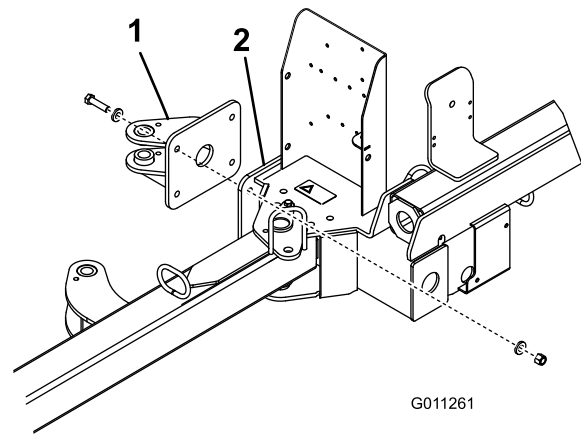

Figura 5
1. Monte a patilha do accionador traseiro na estrutura da vassoura com (4) parafusos de $1/2 \times 2$ pol., (8) anilhas planas de $0,531 \times 0,063$ e (4) porcas de bloqueio de $1/2$ pol. Posicione os componentes como se indica na Figura 5.